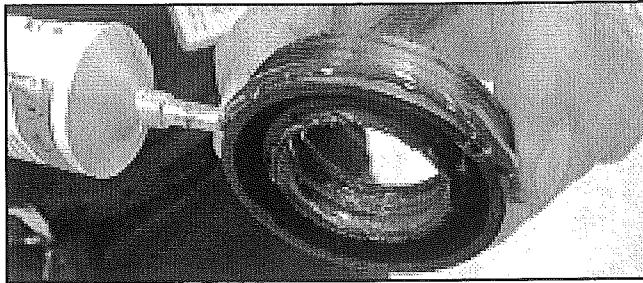

FIGURE 18
30. Appliquer un filet continu d'adhésif Pliobond autour du bas du joint de cuve qui entre le premier dans la cuve. Vérifier la présence de graisse à l'intérieur du joint. Voir *Figure 18*.